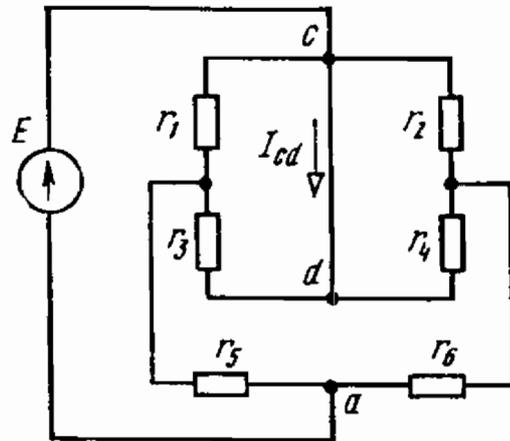

Рис. 1.24
1.24. В цепи схемы рис. 1.24 определить ток I_{cd} (по величине и направлению), если $E=48$ В, $r_1=r_3=8$ Ом, $r_2=r_4=4$ Ом, $r_5=r_6=2$ Ом.